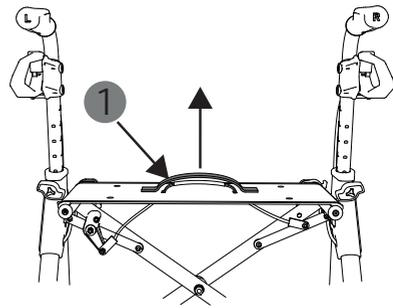

Fig. 10
1. Soulevez le rollator par la sangle de transport (la sangle la plus large, située sur le dessus / 1, Fig. 10) de la housse de l'assise.